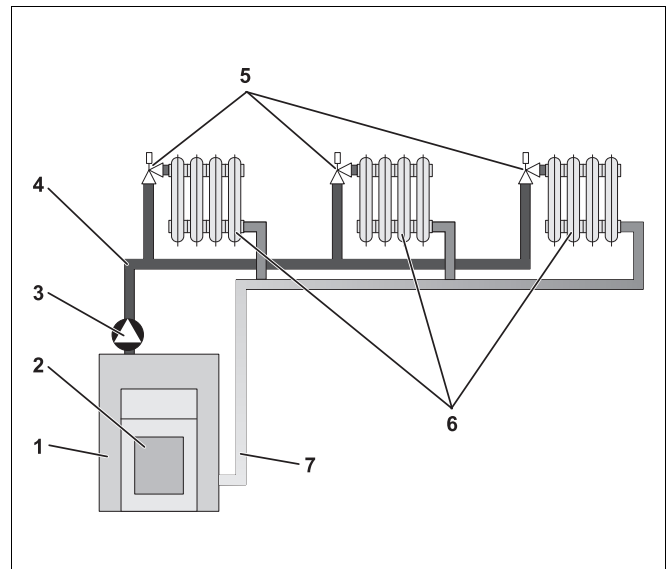

Рис. 1 Схема системы отопления с насосом
На рис. 1 показан отопительный контур с насосом: горелка [2] нагревает воду в котле [1]. Насос [3] перекачивает эту котловую воду по подающей линии [4] к отопительным приборам [6]. Вода проходит через отопительные приборы и отдает при этом часть своего тепла. По обратной линии (7) вода возвращается в котел и затем вновь циркулирует по отопительному контуру.
Отопительный контур представляет собой циркуляционный контур, по которому вода из котла поступает в отопительные приборы и из них обратно в котел (→ Рис. 1, стр. 6). Обычный отопительный контур состоит из теплогенератора (котла), подающей линии, отопительных приборов и обратной линии. Циркуляцию воды в отопительном контуре обеспечивает насос, установленный на подающей линии.